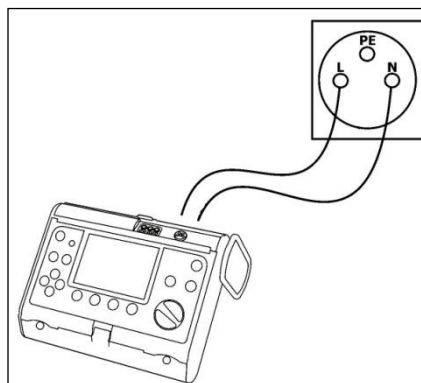

Рис.5. Подключение измерителя.
- подключить измеритель проводами к сетевому гнезду стенда согласно Рис.5;